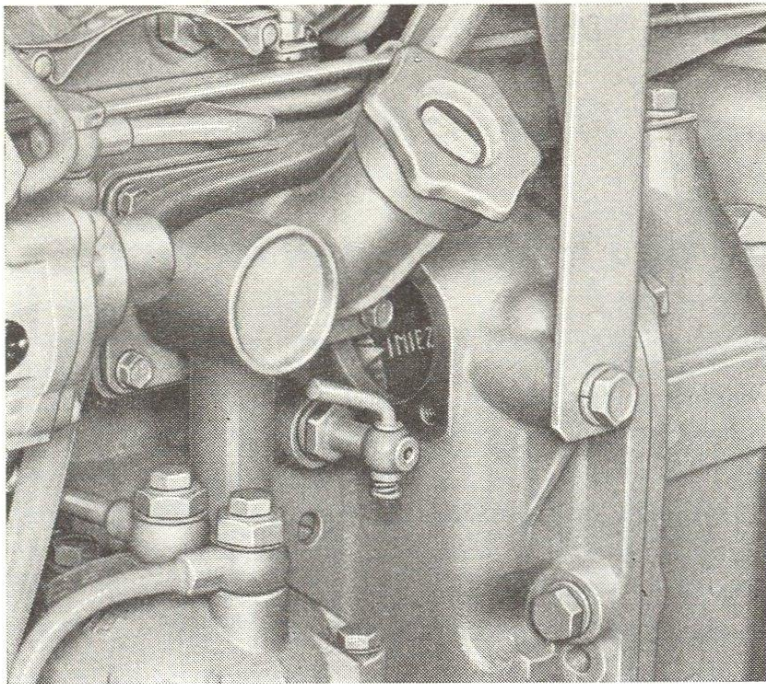

Fig. 26. - Référence sur le volant indiquant l'avance d'injection (21° avant le point mort haut)
- Faites tourner le vilebrequin jusqu'à ce que le repère « INIEZ. », frappé sur le volant, se trouve à la position montrée par la fig. 26. Déposez le couvercle des culbuteurs et, en observant la position des culbuteurs, vérifiez si le premier cylindre du moteur se trouve en phase de compression: dans le cas contraire, faites accomplir un tour complet au vilebrequin.